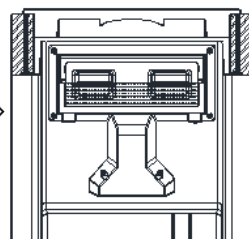

Fig. 3
5. Réinstallez la fenêtre transparente pour éviter les fuites d'eau. (Fig. 3)